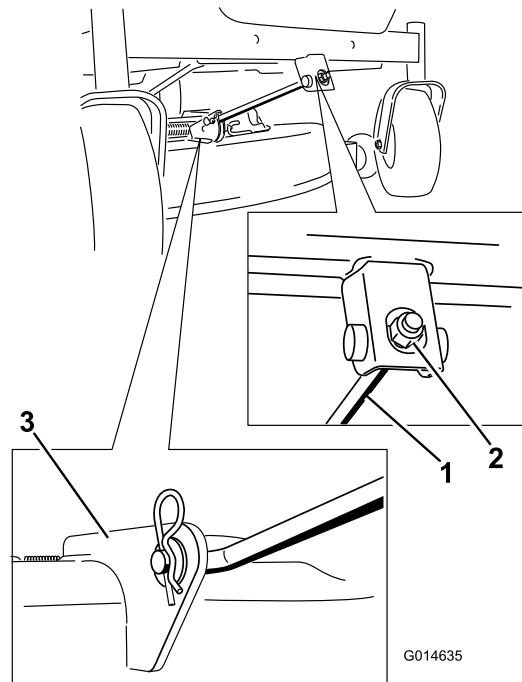

Figure 58
6. Fixez la tige de support avant au plateau de coupe à l'aide de l'axe de chape et de la goupille fendue (Figure 58).